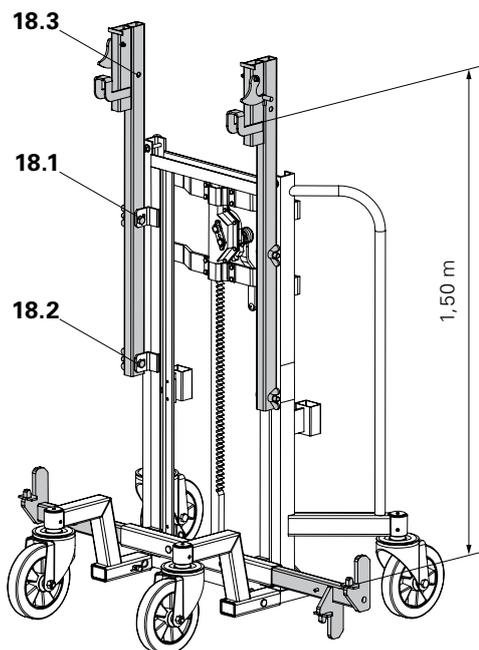

Fig. B1.05
1. Montar los enganches superiores del carro de elevación y desplazamiento en el orificio medio (18.1) e inferior (18.2). El orificio superior (18.3) queda libre. (Fig. B1.05)